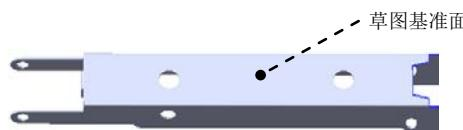

图 12.5.19 切除一拉伸 4
Step10. 创建图 12.5.19 所示的切除一拉伸 4。
(1) 选择命令。选择下拉菜单 插入(I) → 切除(C) → 拉伸(E)... 命令。
(2) 定义特征的横断面草图。
① 定义草图基准面。选取图 12.5.19 所示的表面作为草图基准面。